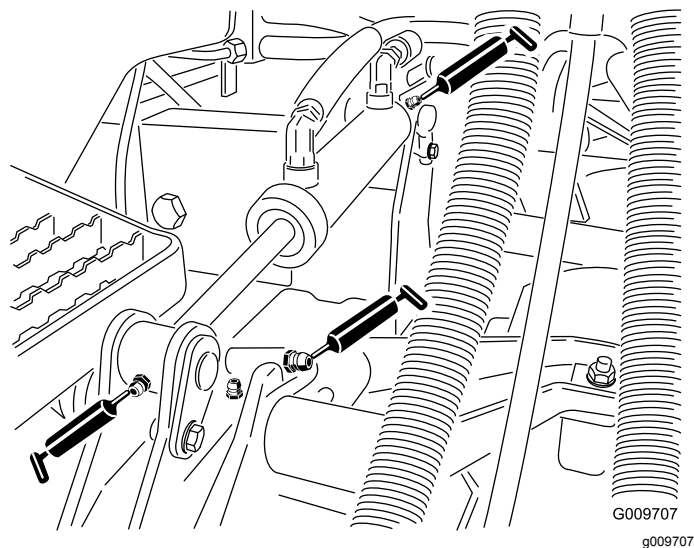

Figura 46
- Casquilhos do braço de elevação (1 por plataforma) (Figura 46)
- Casquilhos do cilindro de elevação (2 por plataforma) (Figura 46)